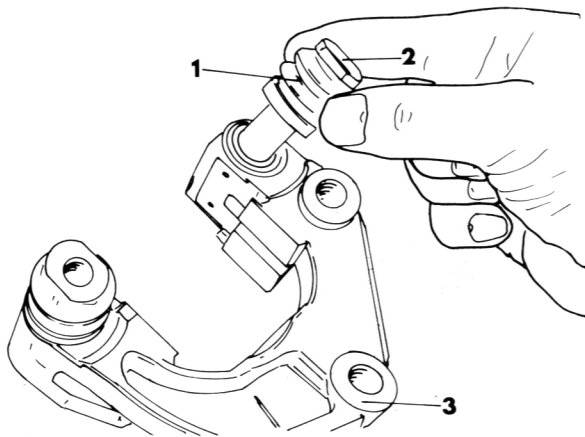

Bild 193
- Die Stifte (2) und Staubschutzkappen (1) vom Bremszangenbügel (3) entfernen und nachprüfen, ob sie in gutem Zustand sind (Bild 193).